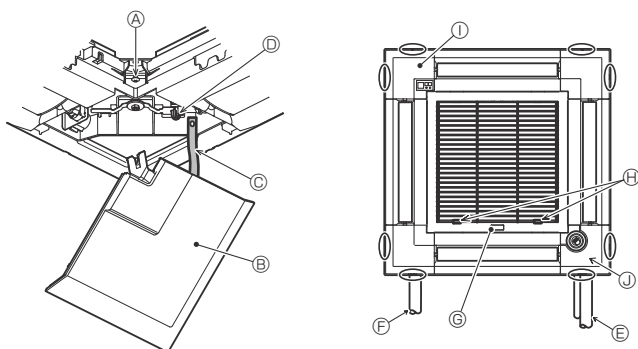

Fig. 6-13
6.6. Instalar la rejilla de admisión (Fig. 6-13)